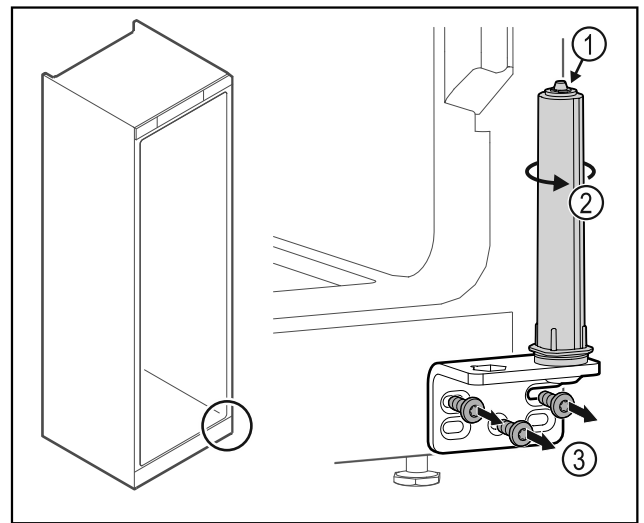

Fig. 51
► Не розбирати систему закриття дверей Fig. 51 (1).
- Повертати систему закриття Fig. 51 (2) до кляцання.
- Відкрутити шарнірний кутик Fig. 51 (3).